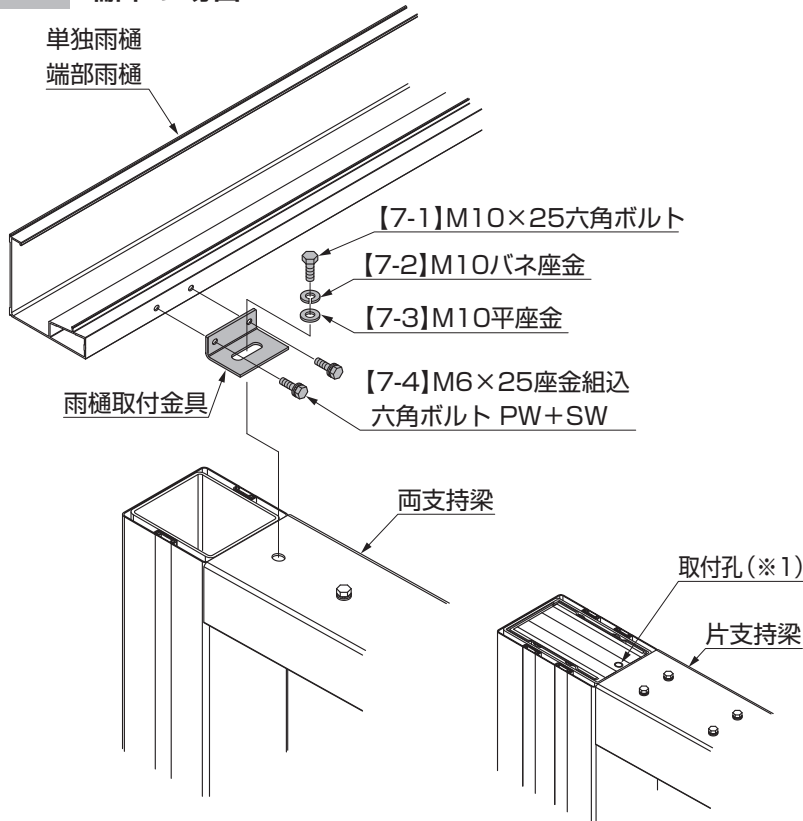

図4-1 片支持柱
- 片支持柱の場合は、図4-1を参照して取付孔に取付けてください。(※1)
- ② 雨樋取付金具と単独雨樋または端部雨樋を【7-4】で取付けてください。
- ② 雨樋連結金具と雨樋取付金具裏板を雨樋の片方に差込んでください。
- ③ 雨樋取付金具と雨樋を【7-4】で仮止めしてください。
- ④ もう片方の雨樋に雨樋連結金具と雨樋取付金具裏板を差込み雨樋連結金具を【7-5】で取付け雨樋取付金具と雨樋を【7-4】で取付けてください。
- ⑤ ③で仮止めした【7-4】を完全に締付けてください。